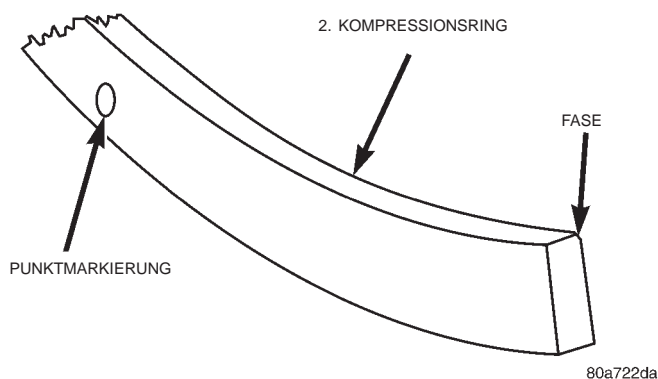
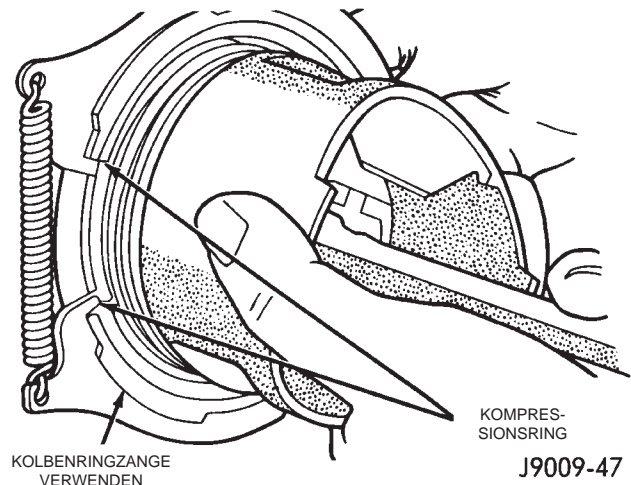

Abb. 9 Kennzeichnung/Kompressionsring
Abb. 11 Einbau des Kompressionsrings
(7) Der untere (2.) Kompressionsring weist eine Fase an der unteren Innenseite auf und besitzt eine Punktmarkierung an der Oberseite (Abb. 9).
(8) Mit einer Kolbenringzange den zweiten Kompressionsring mit der Punktmarkierung nach oben einbauen (Abb. 9), (Abb. 11).
(9) Mit einer Kolbenringzange den oberen Kompressionsring (in beliebiger Einbaulage) einbauen.